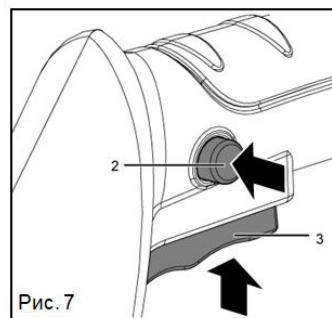

Рис. 7
Для включения нажмите и держите нажатой кнопку разблокировки выключателя 2 (рис. 7), и не отпуская ее, нажмите на выключатель 3 (рис. 7). После включения снегоочистителя отпустите кнопку разблокировки выключателя (2). Опустите ковш на снег и приступайте к работе.
Для выключения снегоочистителя отпустите выключатель 3 (рис. 7).